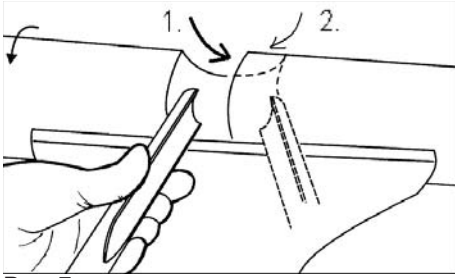

Рис. 7
- Застосовується для чорнової обробки, для виточування чаш та тарілок та для виточування шийок (рис. 7).